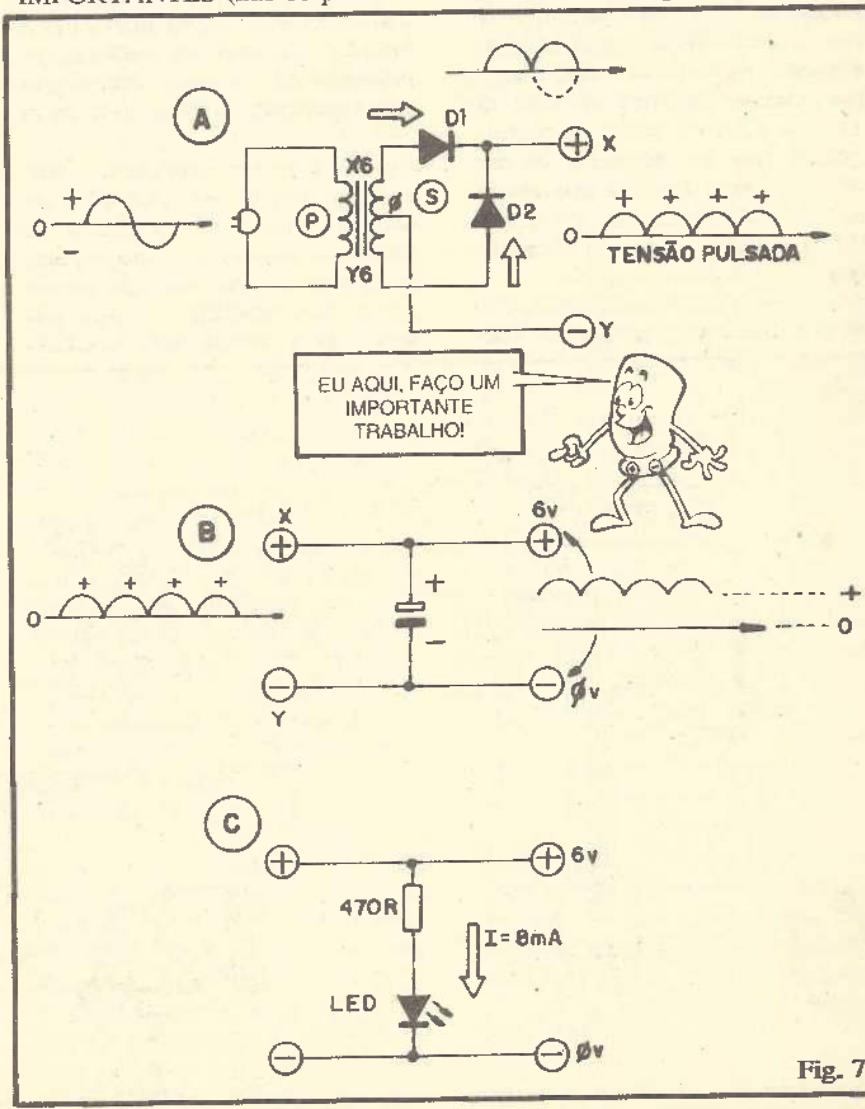

Fig. 7
- FIG. 7 - A Corrente Alternada captada na tomada é entregue inicialmente ao **primário (P)** do transformador (depois do chaveamento que "casa" o enrolamento à tensão da rede local). Este "transforma" a tensão, "abaixando-a" para os 6 volts desejados, porém ainda sob a forma de C.A. É aí que entra o trabalho dos diodos (D1 e D2) conforme vemos em 7-A. Como os diodos apenas permitem a passagem da corrente quando percorridos ou polarizados no sentido direto (ver OS DIODOS, lá na Lição Teórica, no inicio da presente Aula...), a forma de onda senoidal presente no secundário do transformador é **retificada**, de modo que nos pontos X e Y possamos obter uma tensão de **polaridade fixa** (o ponto cará sempre **positivo** em relação ao ponto Y, já que através desse
ponto X apenas se mostrarão os semi-ciclos **positivos**... os negativos sendo "ceifados" pelos diodos...). Com os semi-ciclos **negativos** "proibidos" de passar (pela ação dos diodos), obtemos nos pontos X e Y uma tensão que, embora de polaridade constante, não é constante em sua "voltagem", uma vez que, obedecendo à própria forma de onda da C.A. ela vai de "zero" até um "pico" positivo, retorna a "zero", outra vez até o "pico" positivo, e assim por diante... Temos, então, o que chamamos de tensão **PULSÁTIL**... Até agora já obtivemos o **ABAIXAMENTO** da tensão para os 6 volts requeridos, e a **POLARIDADE CONSTANTE** também requerida... Porém ainda não temos uma real **CORRENTE CONTÍNUA**, como a fornecida por pilhas (uma vez que estas não fornecem a corrente aos "saltos", conforme temos na fig. 7-A...).
Com o valor empregado no circuito da FONTE (1000uF) esse tempo é bem **maior** do que a própria duração dos "pulsos" de corrente obtidos (são 120 por segundo, após a retificação feita pelos dois diodos - ver fig. 7-A). Ocorre então que, embora no primeiro momento (quando se liga a FONTE...) o capacitor demande um certo tempo para a sua **primeira carga**, ele nunca mais se apresentará completamente descarregado, já que antes que sua carga comece a esgotar-se (através das resistências naturais do próprio circuito da FONTE e do aparelho a ser alimentado...), novo semi-ciclo positivo é aplicado ao dito capacitor, como que mantendo sua carga "alta"! Assim, um capacitor de alto valor é capaz de "alisar" a forma de onda de uma C.C. pulsada (ver fig. 7-B). Essa pequena "ondulação" remanescente não tem muita importância na maioria das aplicações práticas... Temos, então, uma real **CORRENTE CONTÍNUA**, sob 6 volts, pronta a substituir, com vantagens, as pilhas eventualmente usadas na energização de circuitos que requeiram tal alimentação: